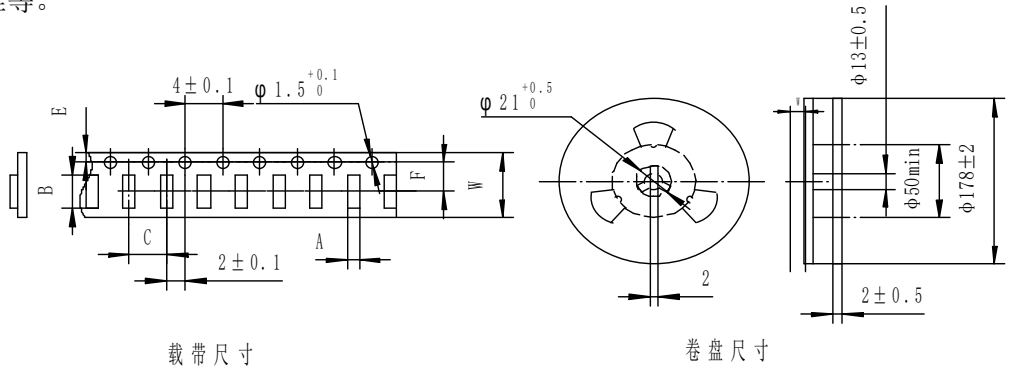
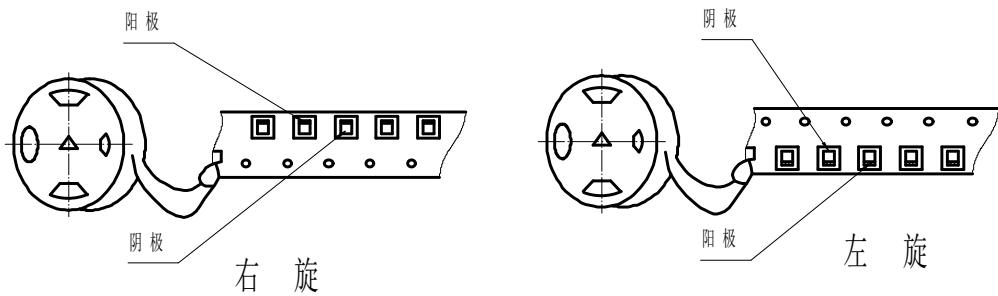

图 3 编带尺寸
图 4 编带卷绕方向
- 7.1 产品编带的尺寸及卷绕方向：见图 3、图 4、表 3、表 4。